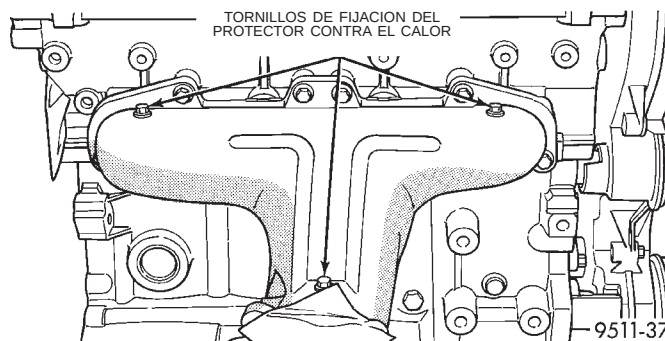

Fig. 28 Protector contra el calor del múltiple de escape
(1) Retire del múltiple el tubo de escape. Es posible que sea necesario desmontar el sistema de escape completo. Para informarse sobre el procedimiento, consulte el grupo 11, Sistema de escape.
(2) Retire el protector contra el calor del múltiple de escape (Fig. 28).